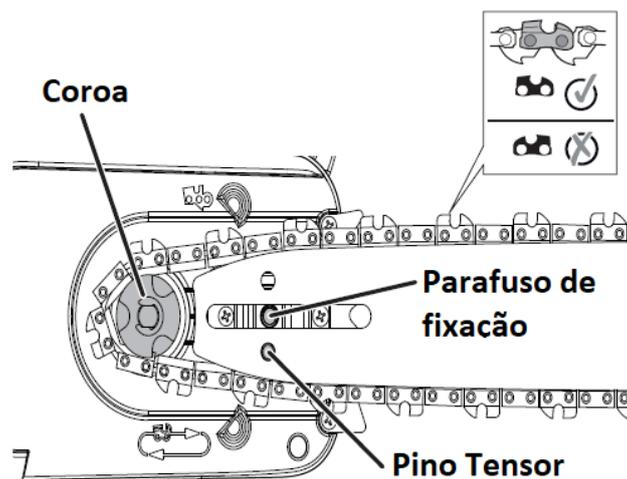

Fig. 14
4. Coloque a corrente em torno da coroa (Fig. 14) enquanto alinha a ranhura da barra com o parafuso interno da eletrosserra, alinhando também o pino tensor de corrente com o orifício da barra. O pino tensor de corrente pode precisar de ajuste para se alinhar corretamente com o orifício de encaixe na barra. Use o parafuso tensor da corrente para ajustar sua posição até que se encaixe na barra corretamente.